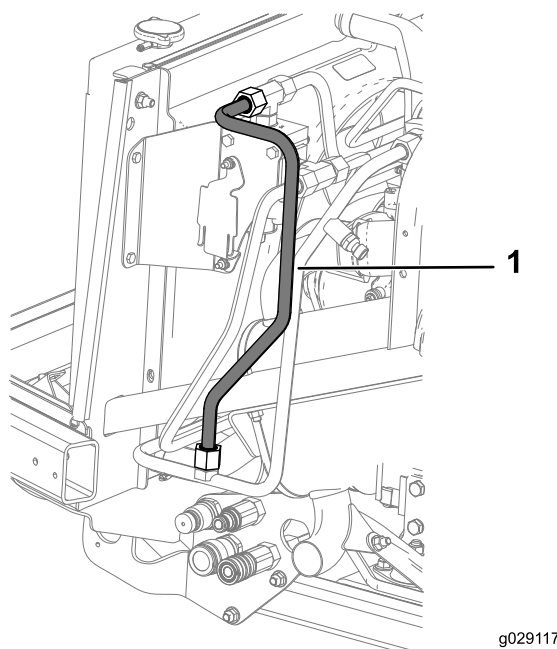

Figure 26
- Reliez le tube hydraulique E du tube hydraulique H au raccord adaptateur en T (5/8" mâle) sur le collecteur droit, comme montré à la Figure 26.